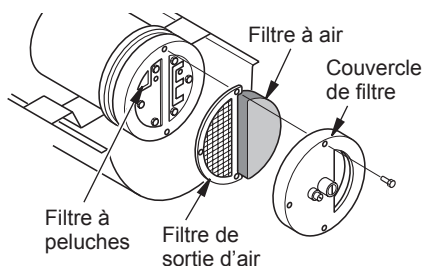

Figure 10 - Filtres de sortie d'air, d'admission d'air, et les peluches
2. Enlever le filtre vis du couvercle d'extrémité utilisant 5/16" écrou-pilote (voir figure 10).